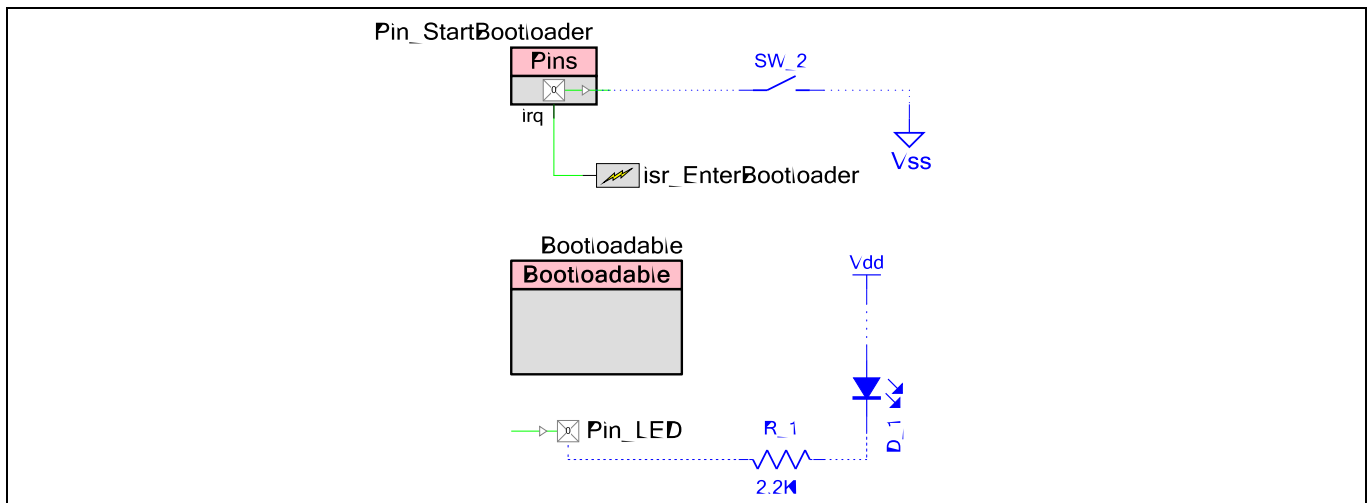

Figure 24 Bootloadable_Blue プロジェクトのトップデザイン
6. ISR のコンポーネント「isr_EnterBootloader」を「Pin_StartBootloader」の割り込み端子 (irq) に接続します。ボタンと LED 用の注釈コンポーネントが追加された後、トップデザインが終了します。同様に Figure 24 のようになります。